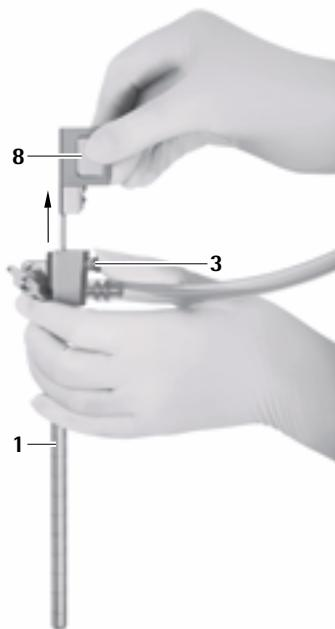

Fig. 10
- Premir o botão de desbloqueio 3 e puxar o obturador para canal óptico 8 com cuidado para fora do trocante MINOP inVent 1, ver Fig. 10.